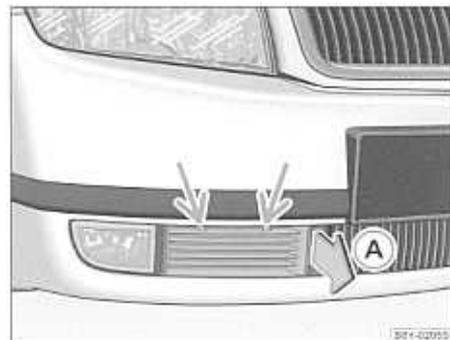

Fig. 148 Parachoques delantero: Rejilla de protección
- Introducir el destornillador por el orificio de la rejilla de protección (cerca de la placa de matrícula) → página 214, fig. 148 y presionar hacia abajo, separando a presión al mismo tiempo la retención elástica de la rejilla de protección. Asir al mismo tiempo con una mano el borde de la rejilla de protección (flecha A) y soltarla.